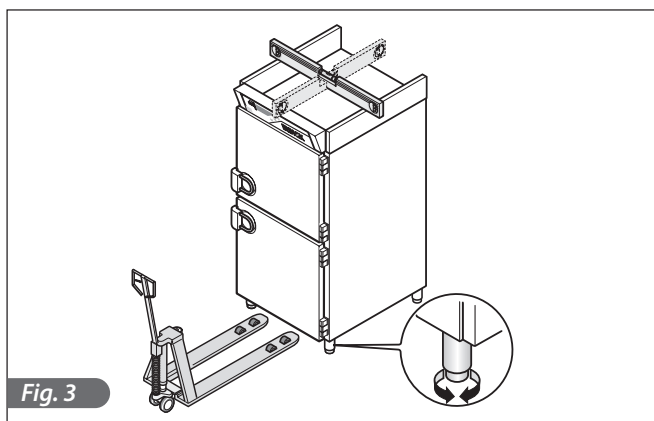

Fig. 3
- Bien mettre l'appareil à niveau en utilisant les pieds réglables. Pour une bonne mise à niveau des appareils plus lourds, utiliser des moyens de levage appropriés (Fig.3).